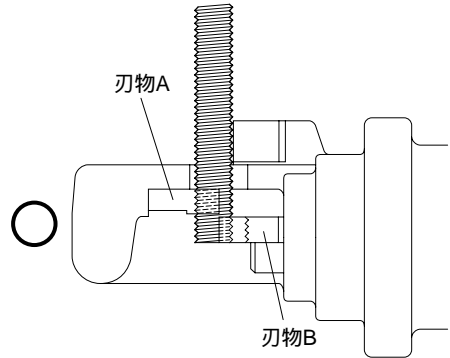

図5-1
- ・ 図5-1のように切断時には、刃物Bのネジ部の全幅に全ネジをかけてください。